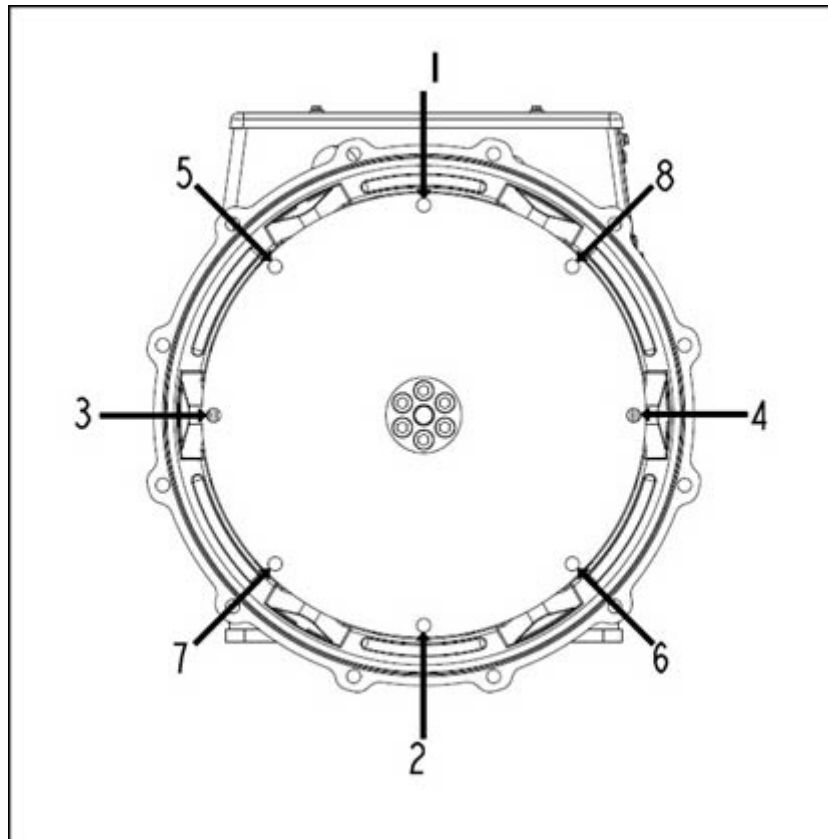

図 22. フライホイールへの固定手順
10. 表示の順番で、ボルトを締め付けて、カップリングディスクをフライホイールに固定します。 図 22 ページ 38。